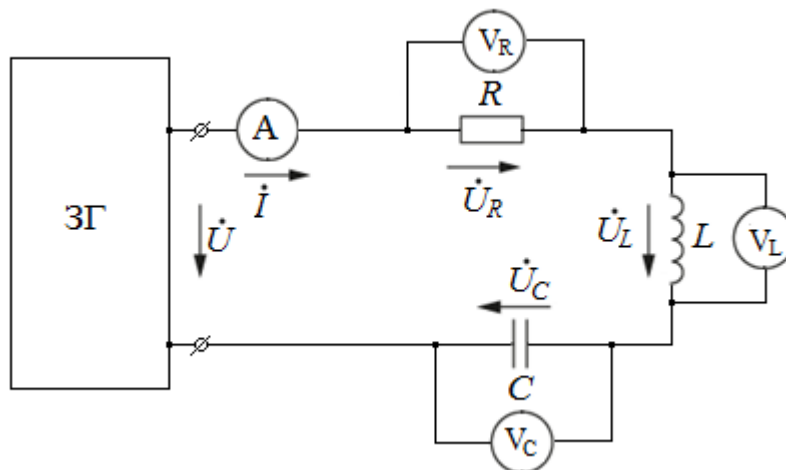

Рисунок 3.3
3.1.7 Для схемы (рисунок 3.3) записать формулы для расчета:
3.2.3 Собрать цепь по схеме (рисунок 3.3), установить параметры цепи, согласно заданному варианту (таблица 3.1). Измерить ток, напряжения на входе цепи и на каждом элементе. Результаты измерений занести в таблицу 3.4.
3.3.4 Используя данные таблицы 3.4, построить векторную диаграмму напряжений и токов для схемы (рисунок 3.3). По векторной диаграмме проверить выполнение второго закона Кирхгофа.